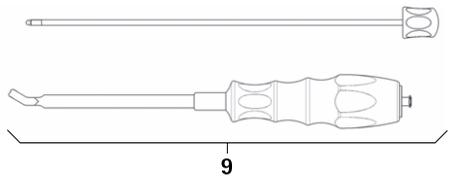

Abb. 5
- ▶ Stab-Einsetzinstrument 9 demontieren, siehe Abb. 5: Innenteil herausschrauben.